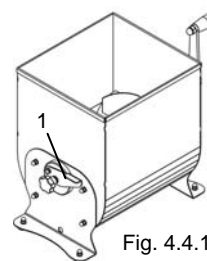

Fig. 4.4.1
- Raise the front lever "1" Fig. 4.4.1.